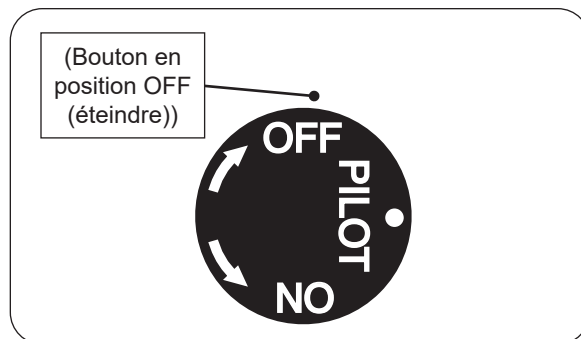

Fig. 51-2 Arrêt du pilote
2. Localisez la vanne sur le côté de l'unité. Pousser le gaz bouton de commande légèrement et tourner dans le sens des aiguilles d'une montre ↻ sur **OFF** (éteindre) (voir Fig. 51-2).
Appuyez légèrement sur le bouton de contrôle et tournez-le dans le sens des aiguilles d'une montre ↻ pour **OFF** (éteindre). Ne force pas. Voir Fig. 51-2.